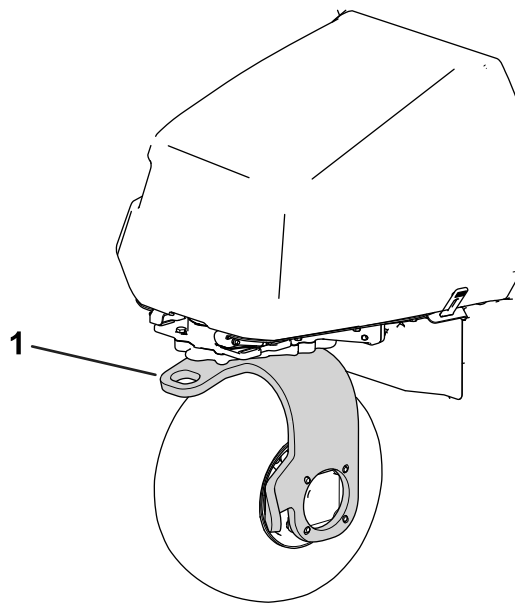

Figura 31
11. Não utilize a forquilha da roda traseira para rebocar a máquina (Figura 31).